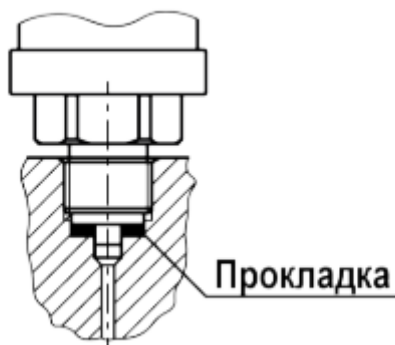

Рисунок 4.8 – Місце ущільнення
1. Ущільнити простір між штуцером і гніздом за допомогою прокладки (див. рисунок 4.8).